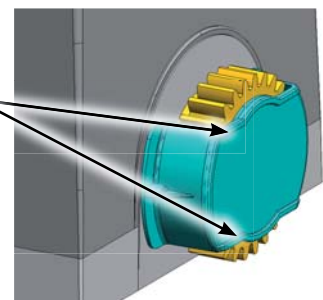

Abb. 10
3. Die Höhe des Getriebemotors und den Abstand vom Tor einstellen. Hierzu auf die Höhen der Abb. 10 Bezug nehmen.